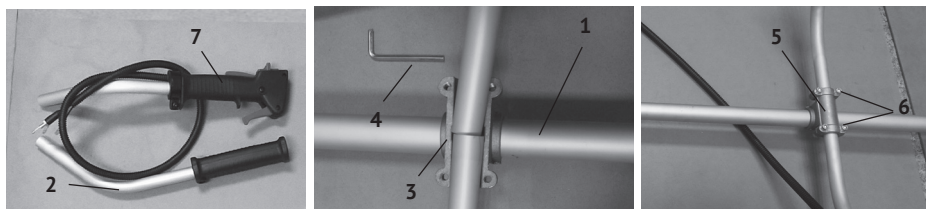

рис.3
- ослабив винты установить основание муфты (рис.3 поз.3) на штангу (рис.3 поз.1);
- ослабив четыре винта (рис.3 поз.6) крышки муфты (рис.3 поз.5), вставить в муфту левую (рис.3 поз.2) и правую (рис.3 поз.7) рукоятки;
- повернув в удобное для работы положение рукоятки, закрепить их, затянув 4-е винта (рис.3 поз.6) крышки муфты;